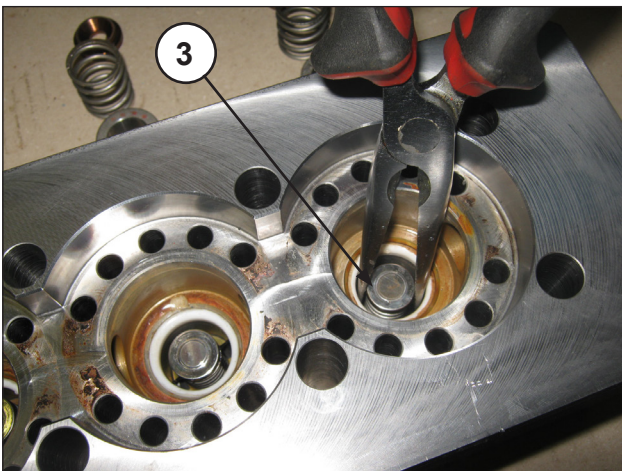
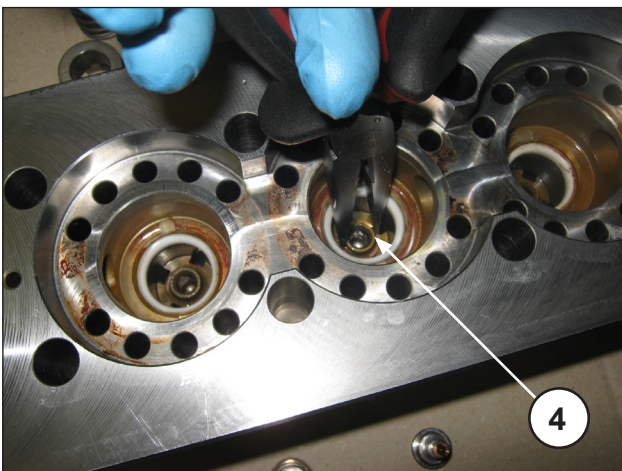

Abb. 27
Abb. 28
- Ziehen Sie die Teller der Druckventile ③ und die jeweiligen Führungen ④ samt Federn lt. Abb. 27 und Abb. 28 heraus, überprüfen Sie ihren Verschleißzustand und nehmen Sie den Austausch bei Bedarf und auf jeden Fall in den Intervallen der Tabelle „VORBEUGENDE WARTUNG“ in Kapitel 11 der **Betriebs- und Wartungsanleitung** vor.